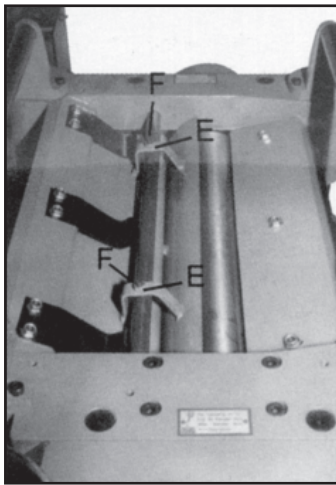

Figura 21
- Si se requiere algún ajuste, afloje las tuercas (F, Figura 21) y gire los tornillos (E, Figura 21) hasta que la parte inferior del partidor apenas toque el bloque calibrador.
- Apriete las tuercas(F, Figura 21).